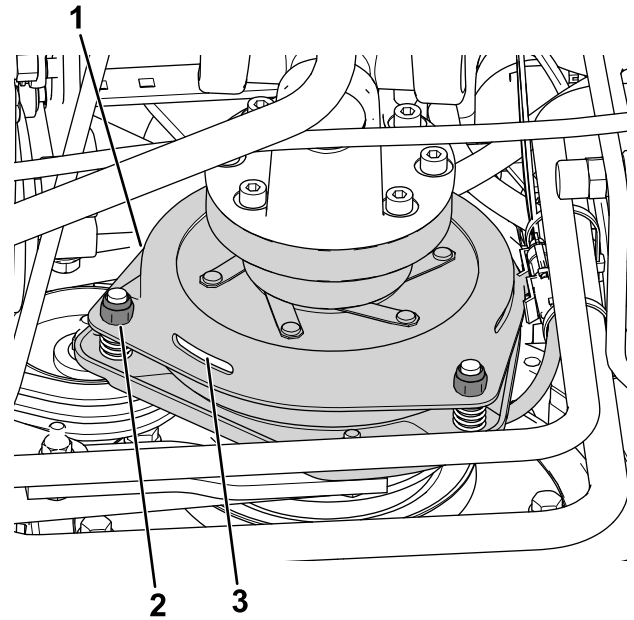

図 77
3. クラッチのライニングと摩擦プレートとの間のギャップを 0.3 mm のすきまゲージが軽い抵抗で通れるように調整する 図 77。
注 調整ナットを右に回すと隙間が小さくなります 図 77。整備時の隙間の最大値は 0.6 mm です。3ヶ所すべてのすき間を 0.4 mm (0.012") に調整してください。